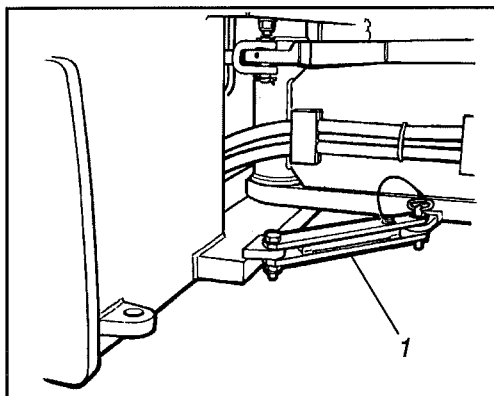

Fig. 27 Lato sinistro dello snodo
Prima di sollevare il rullo, bloccarlo per evitarne la torsione, vedi fig. 27. Girare il volante in modo da avere la macchina pronta alla guida in avanti, Abbassare il braccio (1) e infilare la spina di arresto (2) nel telaio anteriore della macchina insieme al braccio di bloccaggio.